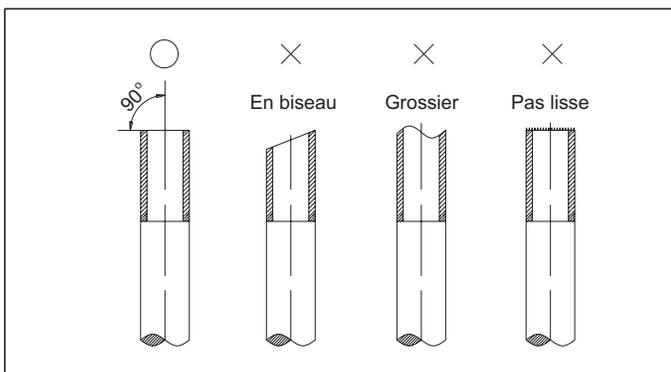

Figure 30. Coupe des conduites
4. Couper les conduites avec un coupe-tube. Les coupes doivent être plates et lisses comme illustrées à la « Figure 30. Coupe des conduites ».